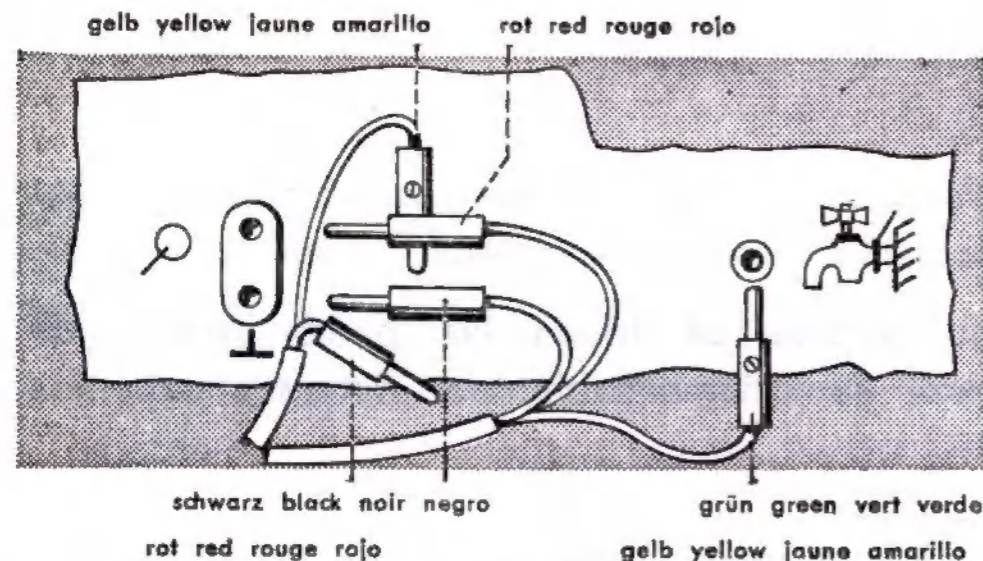

Fig. 4
a) Monaurale (einkanalige) Wiedergabe nach Fig. 4.